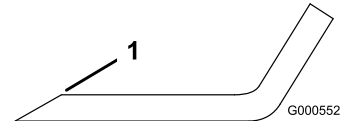
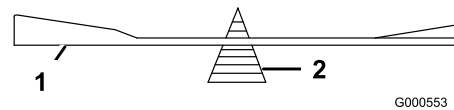

Figura 36
Figura 37
1. Utilice una lima para afilar el filo de corte en ambos extremos de la cuchilla (Figura 36). Mantenga el ángulo original. La cuchilla permanece equilibrada si se retira la misma cantidad de material de ambos bordes de corte.
2. Verifique el equilibrio de la cuchilla colocándola sobre un equilibrador de cuchillas (Figura 37). Si la cuchilla se mantiene horizontal, está equilibrada y puede utilizarse. Si la cuchilla no está equilibrada, rebaje algo el metal en la parte de la vela solamente (Figura 36). Repita este procedimiento hasta que la cuchilla esté equilibrada.